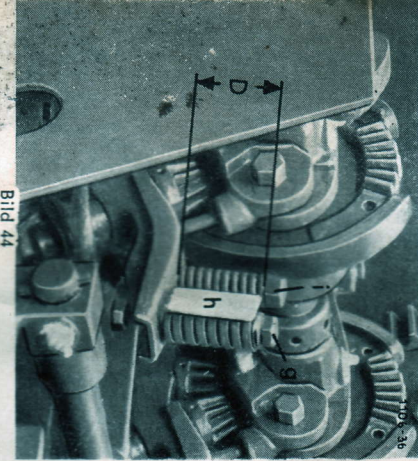

Bild 44
Bild 44 zeigt die Einstellung der Garnhalterspannung: **Unterkante von Schraubenkopf g bündig mit Einstellwinkel h**. Schraube i soll das **Kontrollmaß D** auf **54–56 mm** halten.
**Beim Verstellen der Schrauben G und J die Kontrollmaße nach Bild 44 beachten!**